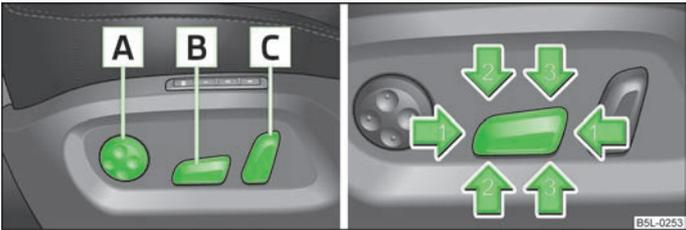

Abb. 43 Seitenansicht: Bedienelemente für Sitzeinstellung / Schalter für Sitzeinstellung
- Den Schalter **[B]** » Abb. 43 nach vorn bzw. nach hinten in Pfeilrichtung 1 drücken.